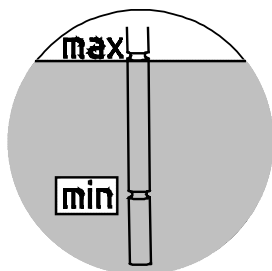

Figura 23: Verificar o nível de óleo com a vareta medidora de óleo
4. **Redutores com reservatório de nível de óleo:** O nível com haste indicadora (rosca G1¼) no reservatório de nível de óleo. O nível de óleo deve estar entre a marcação inferior e superior, com a haste indicadora totalmente rosqueada (veja Figura 23). Eventualmente o nível de óleo deverá ser corrigido com o tipo de óleo correspondente. Estes redutores somente podem ser operados na forma construtiva informada no capítulo 7.1 "Formas construtivas e manutenção".